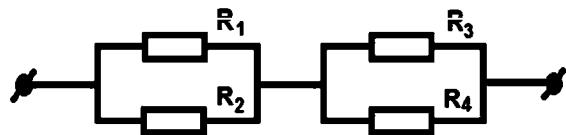

Рис. 1.28
**Задание:** рассчитать эквивалентное сопротивление участка электрической цепи (рис. 1.28), если  $R_1 = R_2 = R_3 = R_4 = 10 \text{ Ом}$ .